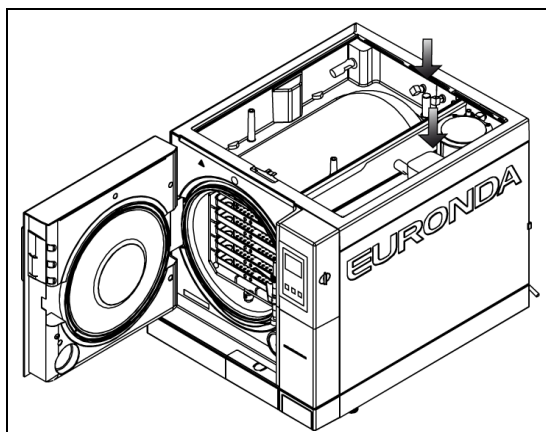

Fig. 9.2-7
6. Îndepărtați filtrele din rezervorul de apă curată și din cel de apă murdară (Fig. 9.2-7). Curățați-le de eventuale depuneri clătindu-le cu apă curentă, apoi instalați-le din nou în rezervor având grijă să le poziționați corect